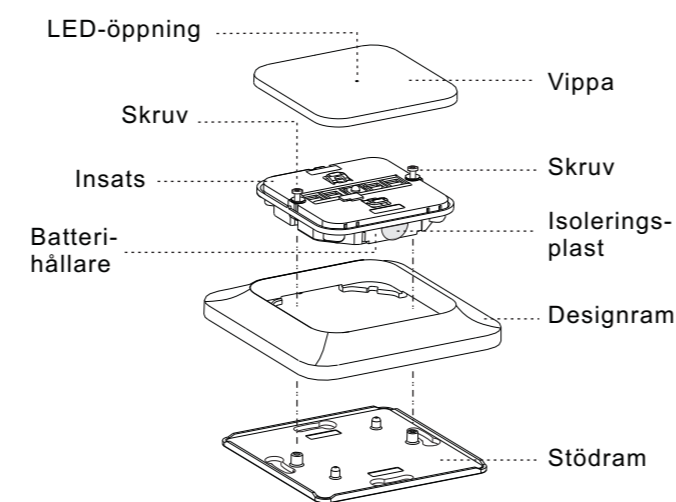

fig.2
- 3.3.1.1 Bänd loss vippan. Lossa skruvarna på insatsen. (se fig.2).